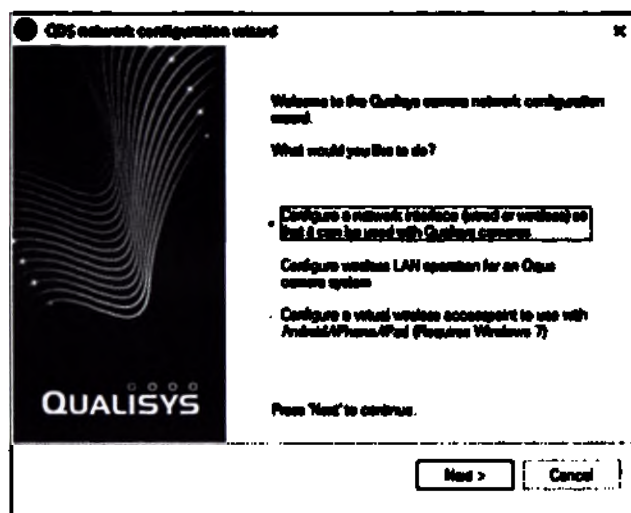

Рис. 48 Меню Помощника конфигурации QDS.
- Выберите Configure a network interface (Настроить интерфейс сети) и кликните Next (Далее) – см. Рис. 48.